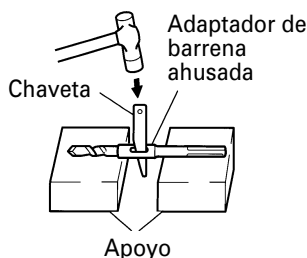

Fig. 13
- (2) Ponga en ON el interruptor de alimentación y perforo un agujero de base.
- (3) Después de eliminar el polvo con una jeringa, fije la clavija en la extremidad del anclaje e introduzca el anclaje con un martillo de mano.
- (4) Para sacar la broca con la barrena ahusada introduzca una claveta en la ranura del adaptador de barrena ahusada, ponga apoyos debajo del martillo perforador y golpee la claveta con un martillo de mano. (Fig. 13)